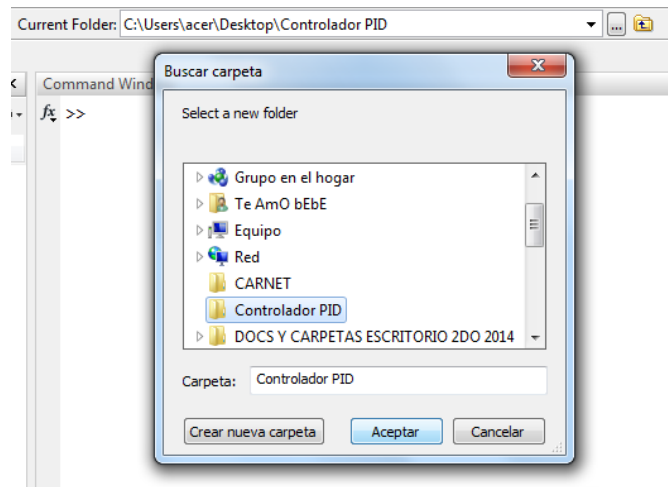

Figura 7. Cambio de carpeta de trabajo matlab.
- Se desplegará la pantalla de búsqueda de Windows elija su carpeta y de click en Aceptar, como en la Figura 7.